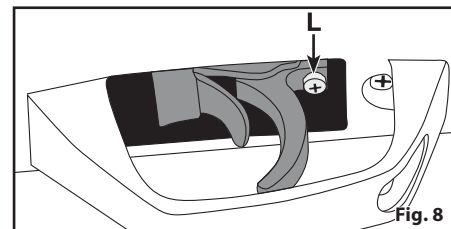

Fig. 8
- L. Tornillo De Ajuste Del Gatillo (Vea La Fig. 8)
- 3. Para disminuir la longitud de la segunda etapa, gire el tornillo de ajuste hacia la derecha (vea la Fig. 8).
- 4. Para aumentar la longitud de la segunda etapa, gire el tornillo de ajuste hacia la izquierda (vea la Fig. 8).